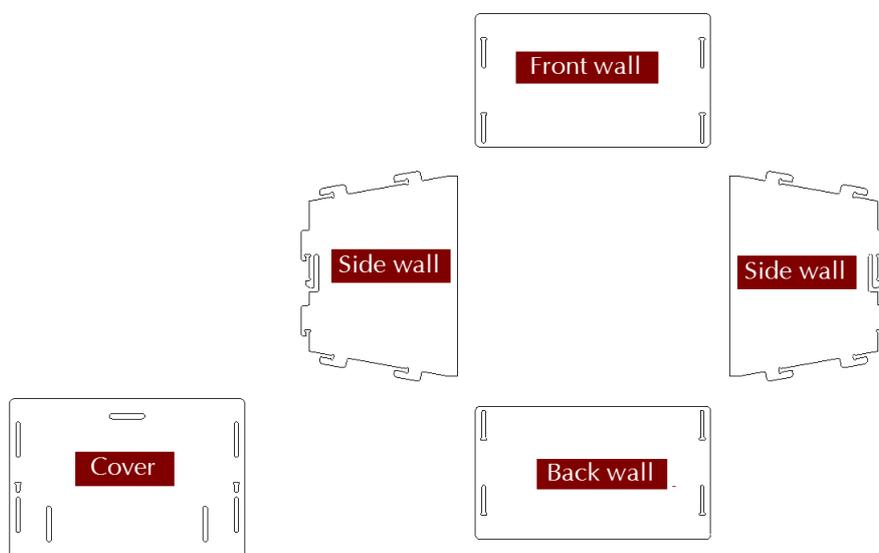
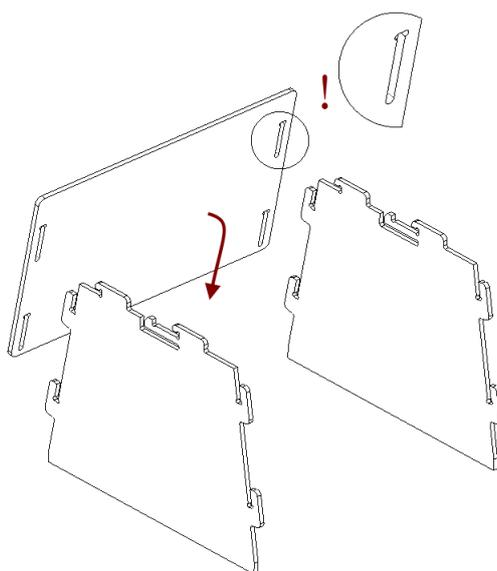
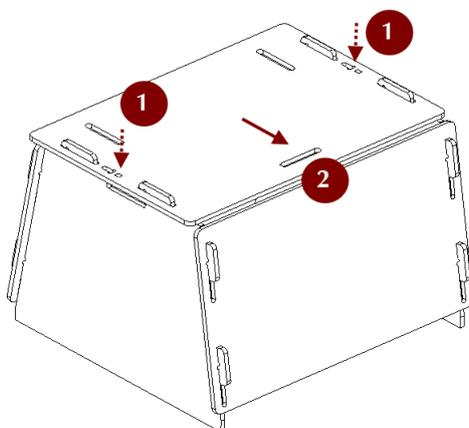

Рис. 12.13: Части подставки сканера
Рис. 12.14: Сборка передней стенки
Рис. 12.17: Защелкивание крышки
Подставка для сканера поставляется вместе со сканером Artec Spider в разобранном виде и состоит из пяти деталей (см. Рис. 12.13: двух боковых стенок, передней и задней стенок (фактически, двух одинаковых деталей) и крышки. Перед сборкой разложите эти детали, как показано на Рис. 12.13. Затем выполните следующие действия:
1. Поднимите две боковые стенки в вертикальное положение, как показано на Рис. 12.14. Обращая внимание на ориентацию T-образных пазов, установите переднюю стенку на две пары крючков боковых стенок. Надавите на переднюю стенку и сдвиньте ее вниз до упора. Убедитесь, что все три стенки располагаются на одном уровне.
4. Надавите большими пальцами на крышку в районе T-образных отверстий и сместите ее в направлении к задней стенке до щелчка (см. Рис. 12.17).
Примечание: Чтобы разобрать подставку, освободите защелки в Т-образных пазах в крышке (см. Рис. 12.13), используя тонкий предмет, например, шариковую ручку. Затем повторите шаги сборки в обратном порядке (с Рис. 12.17 до Рис. 12.14) и с перемещением деталей в противоположных направлениях.